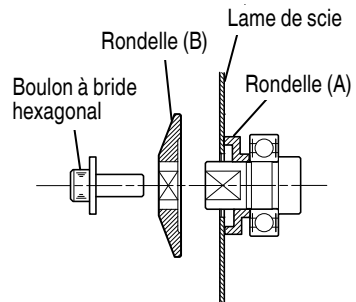

Fig. 16
- (1) Bien retirer toute la sciure qui s'est accumulée sur l'axe, le boulon et les rondelles.
- (2) Pour monter la lame, les côtés concaves des deux rondelles (A) et (B) doivent rentrer dans les côtés de la lame. Monter la lame sur l'axe, puis fixer la rondelle (B). (Voir Fig. 16)
- (3) Pour s'assurer que la lame tourne dans le bon sens, il faut que la flèche de la lame soit dirigée dans le même sens que celle du carter de lame.
- (4) Avec les doigts, serrer le boulon hexagonal qui fixe la lame de scie au maximum. Puis, appuyer sur le levier de verrouillage, verrouiller l'axe et serrer le boulon à fond.
- (5) Vérifier que le levier de verrouillage se trouve sur sa position d'origine.